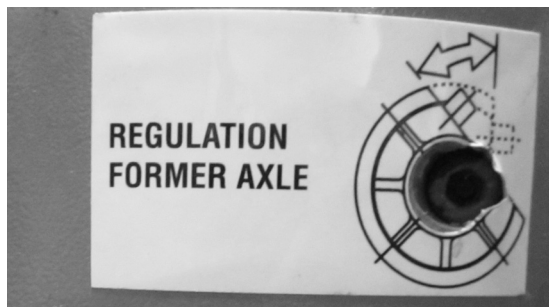
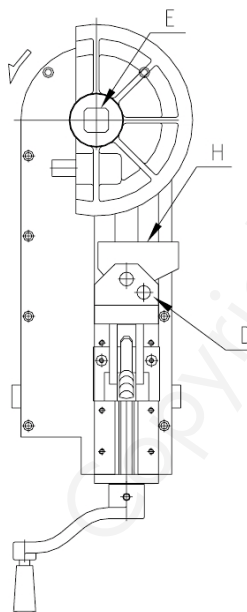

Fig. 21: Regelas van de mal
Fig. 23: De mal en de contramal plaatsen
De 0-punt positie van de mal wordt verwezen naar de malas (fig. 21). De mal staat dan in de 0-punt positie, wanneer de basisas (fig. 21) samen valt met de randas van de mal (fig. 23).
2. Plaats de mal op de as E, afhankelijk van de gewenste maat (fig. 23).
3. Plaats de contramal in bek D en steek de pen H in (fig. 23).
4. Zorg ervoor dat de markering van de positie van het punt "0" op de mal overeenkomt met die van het punt "0" op de as of dat de randas van de mal in lijn ligt met de basisas. Dit betekent dan de eerste zich in de basispositie bevindt (fig. 23).